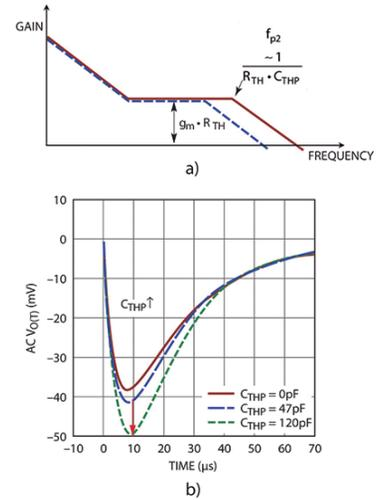

Figura 30. Efectos de CTHP sobre la función de transferencia y los transitorios de la carga.
3) Efectos de C_{THP} sobre el transitorio por variación de carga. La Figura 30 muestra cómo afecta C_{THP} a la situación del polo f_{p2} . C_{THP} se utiliza como condensador de desacoplamiento para reducir el ruido de conmutación en el pin ITH con el fin de minimizar el jitter de conmutación. Si $f_c > f_{p2}$ en el ancho de banda de la fuente, C_{THP} no influye demasiado sobre la respuesta ante transitorios de carga. Si C_{THP} se sobredimensiona de forma que f_{p2} se acerque a f_c , puede reducir el ancho de banda y el margen de fase, dando como resultado un mayor subimpulso/sobreimpulso del transitorio.